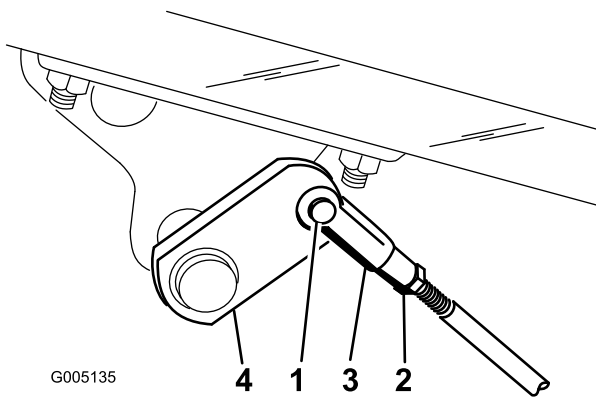

Figura 54
2. Nel caso in cui i freni non si blocchino in modo uniforme, togliete la coppiglia ed il perno del cavallotto per scollegare le aste dei freni (Figura 54).
3. Allentate il controdado e regolate il cavallotto come opportuno (Figura 54).
4. Montate il cavallotto sull'albero del freno (Figura 54).